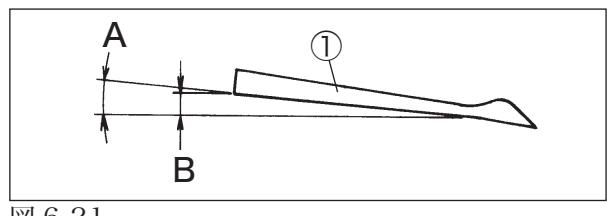

図 6-21
ルーパ先端部と後部の差を表 12 の値 B になるように止ネジ②を緩めて調節してください。(図 6-21 参照)